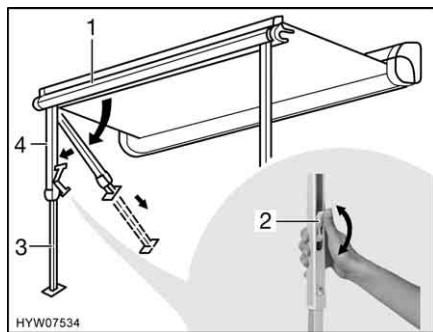

Fig. 37 Installazione dei montanti di supporto
- Rimuovere i montanti di supporto (Fig. 37,4) dal listello anteriore (Fig. 37,1) esercitando una leggera pressione verso l'esterno, quindi ribaltarli e collorci.
- Aprire il bloccaggio sui montanti di supporto. A tal fine ripiegare la leva di serraggio (Fig. 37,2) verso l'alto.
- Estrarre la parte inferiore dei montanti di supporto (Fig. 37,3) fino alla lunghezza desiderata.
- Chiudere il bloccaggio presente sui montanti di supporto. A tale scopo, spingere la leva di serraggio (Fig. 37,2) verso l'alto.